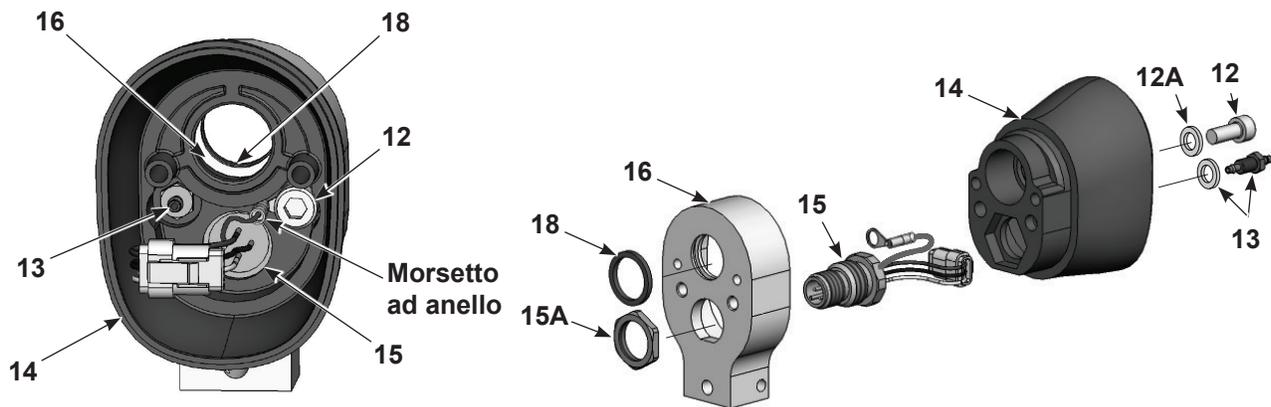

Figura 7-9 Smontaggio della pistola con montaggio su barra 3 di 3
8. Vedi Figura 7-9. Per smontare il gruppo del corpo posteriore rimuovere la vite (12), la rondella di sicurezza (12A), il raccordo scanalato e la rondella di sicurezza (13) dall'interno del corpo posteriore (14). Sono necessari una chiave esagonale da 3 mm e una presa profonda da 0,6 cm (1/4 in.)
9. Rimuovere il dado (15A) dall'alloggiamento (15), tirare via l'adattatore dal corpo della pistola a spruzzo posteriore e far avanzare il cablaggio dell'alloggiamento attraverso il corpo.
10. Controllare il quad ring (18) nell'adattatore (16) e sostituirlo se è danneggiato.